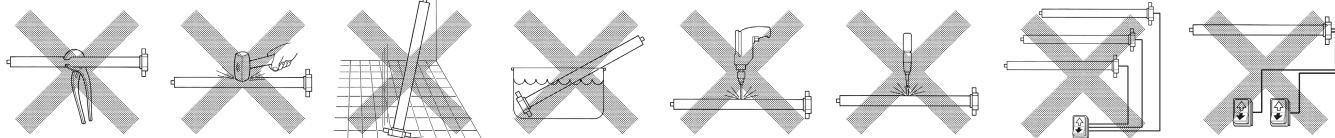

Fig. 1
- Non sottoporre il motore tubolare a schiacciamenti, urti, cadute o contatto con liquidi di qualunque natura; non forare né applicare viti per tutta la lunghezza del tubolare; non usare più invertitori di comando per lo stesso motore e neppure comandare più motori con lo stesso invertitore (fig.1); non tenere il motore vicino a forti fonti di calore né esporlo a fiamme; tutte queste azioni possono danneggiarlo ed essere causa di malfunzionamenti o situazioni di pericolo. Qualora accada, sospendere immediatamente l'uso e rivolgersi al servizio assistenza MHOUSE.
- Ne pas soumettre le moteur tubulaire à des écrasements, chocs, chutes ou contact avec des liquides de n'importe quelle nature; ne pas percer ni appliquer de vis sur toute la longueur du moteur tubulaire; ne pas utiliser plusieurs inverseurs de commande pour le même moteur et ne pas commander non plus plusieurs moteurs avec le même inverseur (fig. 1); ne pas conserver le moteur à proximité de sources de chaleur ni l'exposer à des flammes; si cela se produit, suspendre immédiatement l'utilisation et s'adresser au service après-vente MHOUSE.